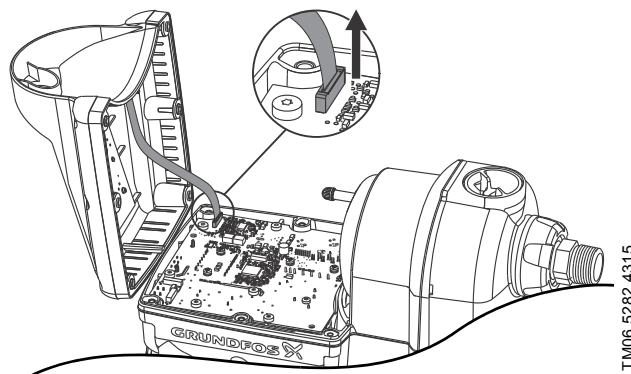

Рис. 3 Отсоединение шлейфа панели управления
2. Аккуратно поднимите крышку блока управления и отсоедините шлейф панели управления (см. рис. 3).